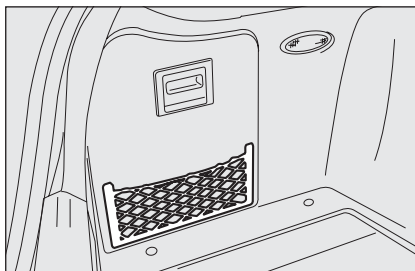

fig. 11
- **fig. 11** - versione con sportello laterale (ove previsto)